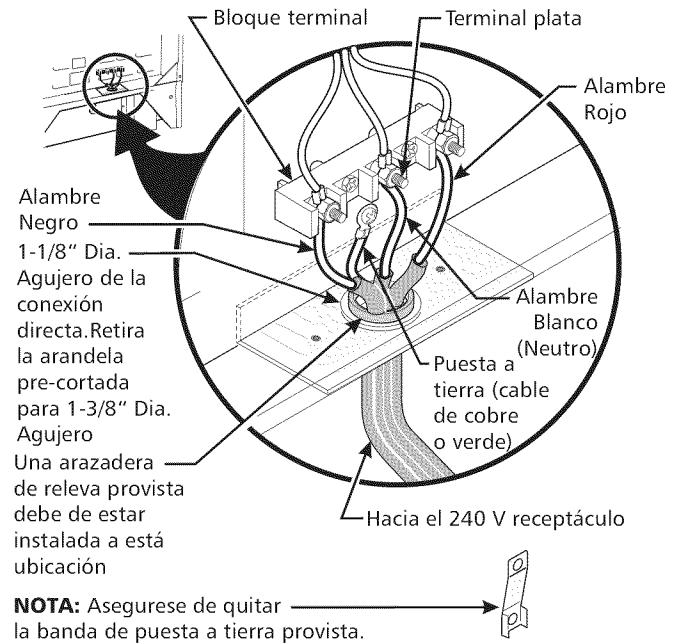

Figura 4
4. Conecte el alambre de puesta a tierra (verde) del cordón eléctrico de cobre al marco del artefacto con el tornillo de puesta a tierra, usando el agujero en el marco donde se quitó el tornillo de puesta a tierra (vea figura 4).
Si el aparato está conectado directamente al cortacircuito, a la caja de fusibles o a la caja de empalmes, use un cable blindado flexible o no metálico recubierto de cobre (con alambre a tierra). Provee una abrazadera relevo de anclaje homologado UL a cada extremidad del cable. A la extremidad del electrodoméstico, el cable pase a través del agujero de la conexión directa (ver figura 4) en el cordón de la placa de montaje. El tamaño de los alambres (**alambre de cobre solamente**) y las conexiones deben estar conforme al régimen del electrodoméstico.